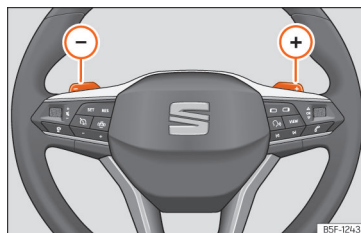

Fig.139 Volante: alavancas de mudança automática de velocidade.
- Pressione a alavanca de mudanças (+) para engrenar uma velocidade mais alta » **Fig. 139**.